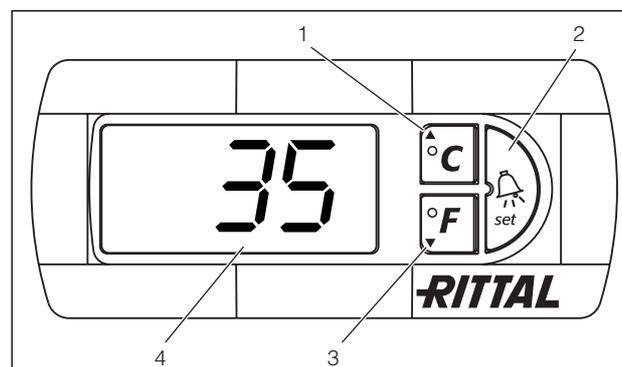

Fig. 16 : Régulateur confort
Le régulateur confort dispose d'un affichage à 7 segments (Fig. 16, n° 4). Après la mise sous tension, il commence par afficher pendant env. 2 secondes la version actuelle du logiciel utilisé. En fonctionnement normal, il assure l'affichage de la température (en degrés Celsius ou en degrés Fahrenheit par commutation) et l'affichage des défauts.
La programmation de l'appareil se fait à l'aide des touches 1 – 3 (Fig. 16). Les paramètres correspondants sont également visualisés sur l'afficheur.
- Appuyer simultanément sur les touches 1 et 2 (Fig. 16) pendant au moins 10 secondes.
Les touches 1, 2 et 3 (Fig. 16) vous permettent de modifier 24 paramètres à l'intérieur des plages définies (valeurs limites minimales et maximales).